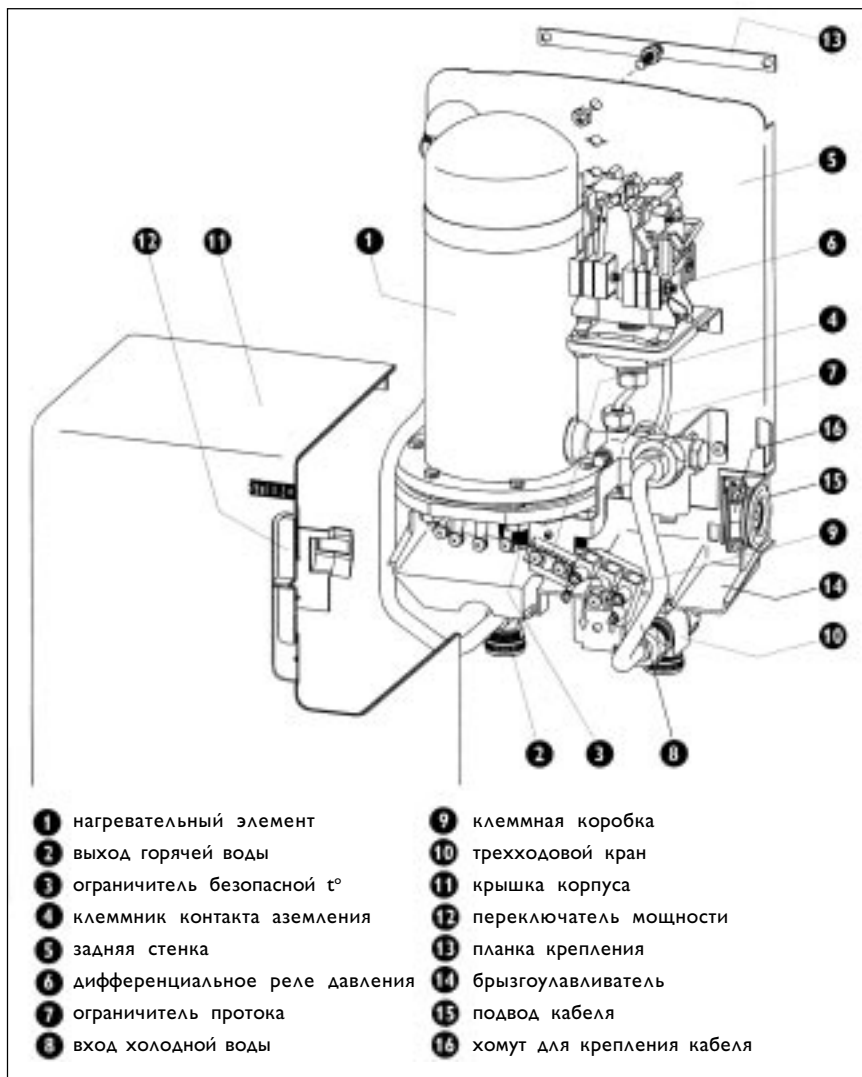

Рис. 4
- отверните двойной ниппель и трехходовой кран нагревателя ДНА от подводящих труб (поз. 3 и 11 на рис. 4).
Подключение к воде (рис. 4)